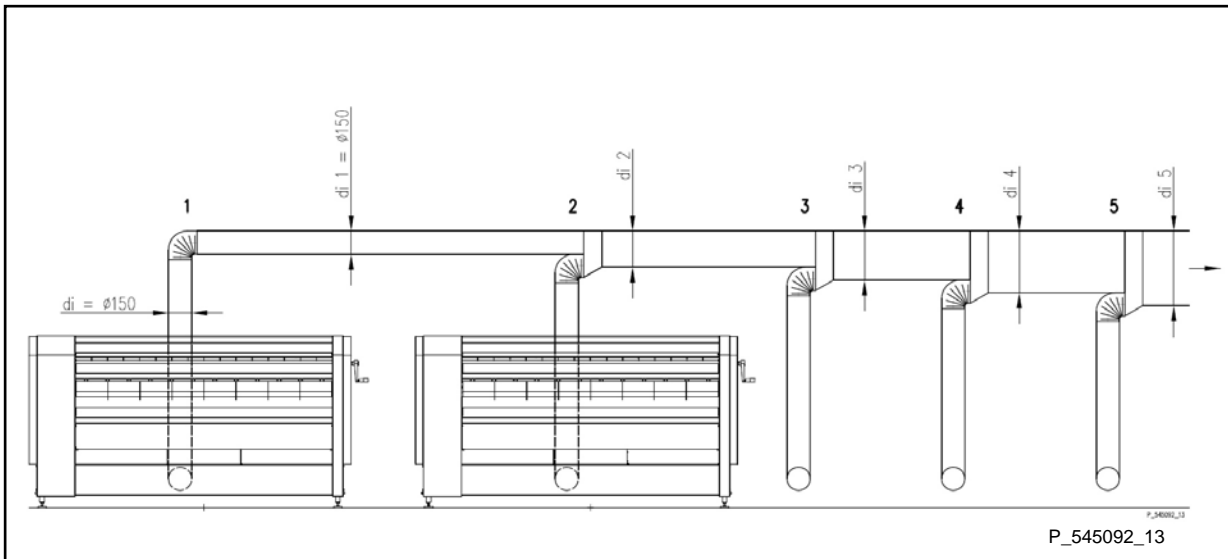

Figura 3.5.1.
- Figura 3.5.1. – sistema di aspirazione comune per più macchine da stiro.
- Tabella 3.5.1. – tabella dei parametri dimensionali – figura 3.5.1.